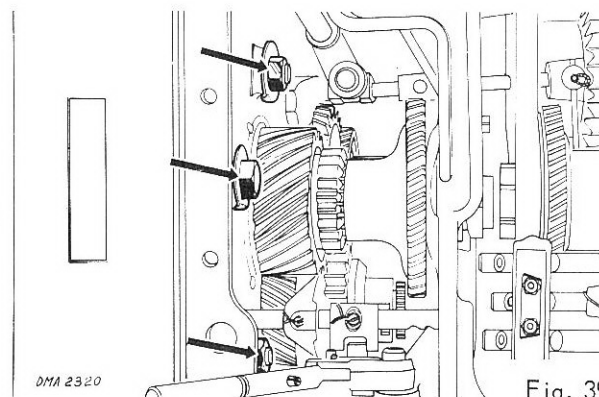

Fig. 39
- dévisser les vis intérieures de fixation (fig. 39),